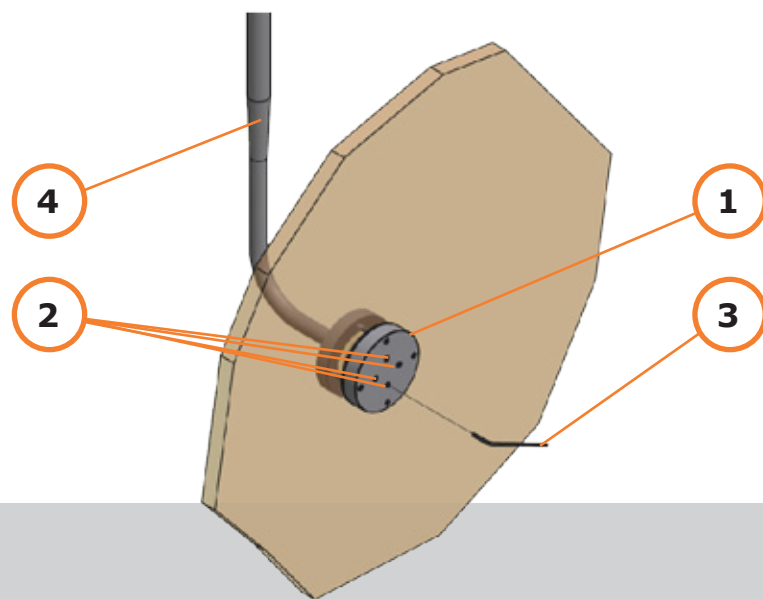

Abb. 10
- 5.0.1 Die Scheibe muss in jeder Stellung positioniert werden können ohne sich weiter zu bewegen: Überprüfen Sie dieses von Hand. Sollte die Scheibe die Position nicht halten, müssen die 4 Innensechskant Schrauben (2/Abb. 10) am Kugelgelenk gleichmäßig mit einem 2 mm Inbusschlüssel (3/Abb. 10) angezogen werden, bis die Scheibe in den gewünschten Positionen bleibt.
HINWEIS: Ein 2 mm Inbusschlüssel ist (3/Abb. 10) im Lieferumfang enthalten.
1. Beim Lösen der vier Inbusschrauben (2/Abb.10), sollten Sie die Scheibe gegen Kippbewegungen sichern. Andernfalls könnte die Scheibe unerwartet in Bewegung geraten und möglicherweise mit anderen Gegenständen kollidieren und dadurch Beschädigungen verursachen.
3. Lösen Sie nie die Verbindungsschrauben zwischen Strahlenschutz-Scheibe und Kugelgelenk, andererseits kann die zentrale Verbindung der Scheibe instabil werden (1/Abb. 10).